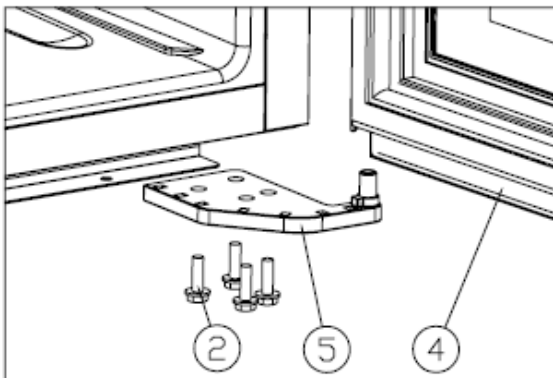

Abbildung 2
- ✧ Schrauben Sie die Schrauben M5\*16 ② heraus und demontieren Sie das rechte untere Scharnier ⑤ [Abbildung 2].